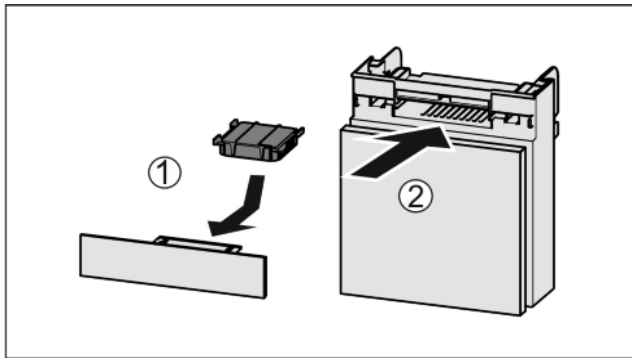

Fig. 34
- ▶ Inserte Fig. 34 (1) el filtro de carbón activado según se indica en la ilustración.
- ▶ Inserte Fig. 34 (2) el compartimento.